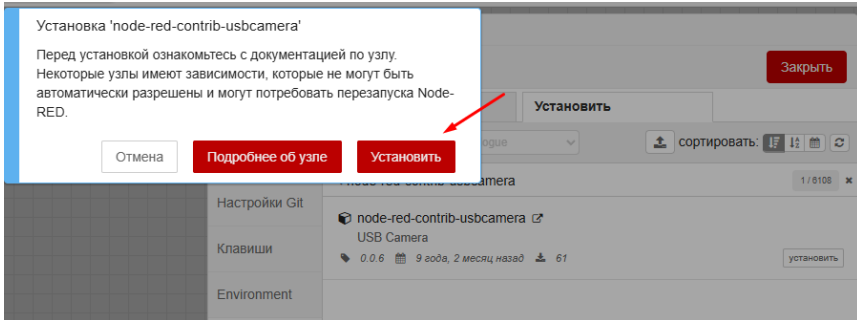

Рис. 2.17. Установка узлов для работы с usbcamera
4. Нажмите на кнопку «Установить» во всплывающем окне (см. рис. 2.17).